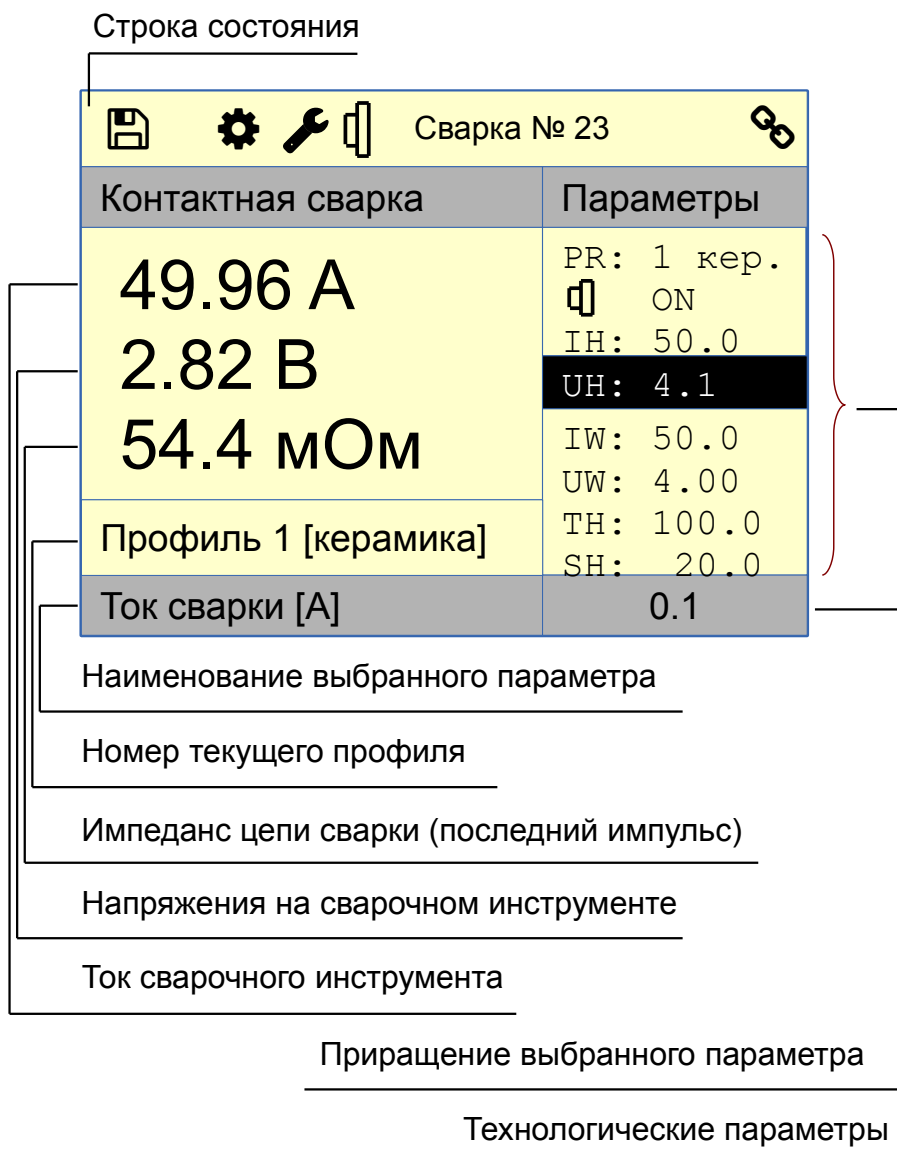
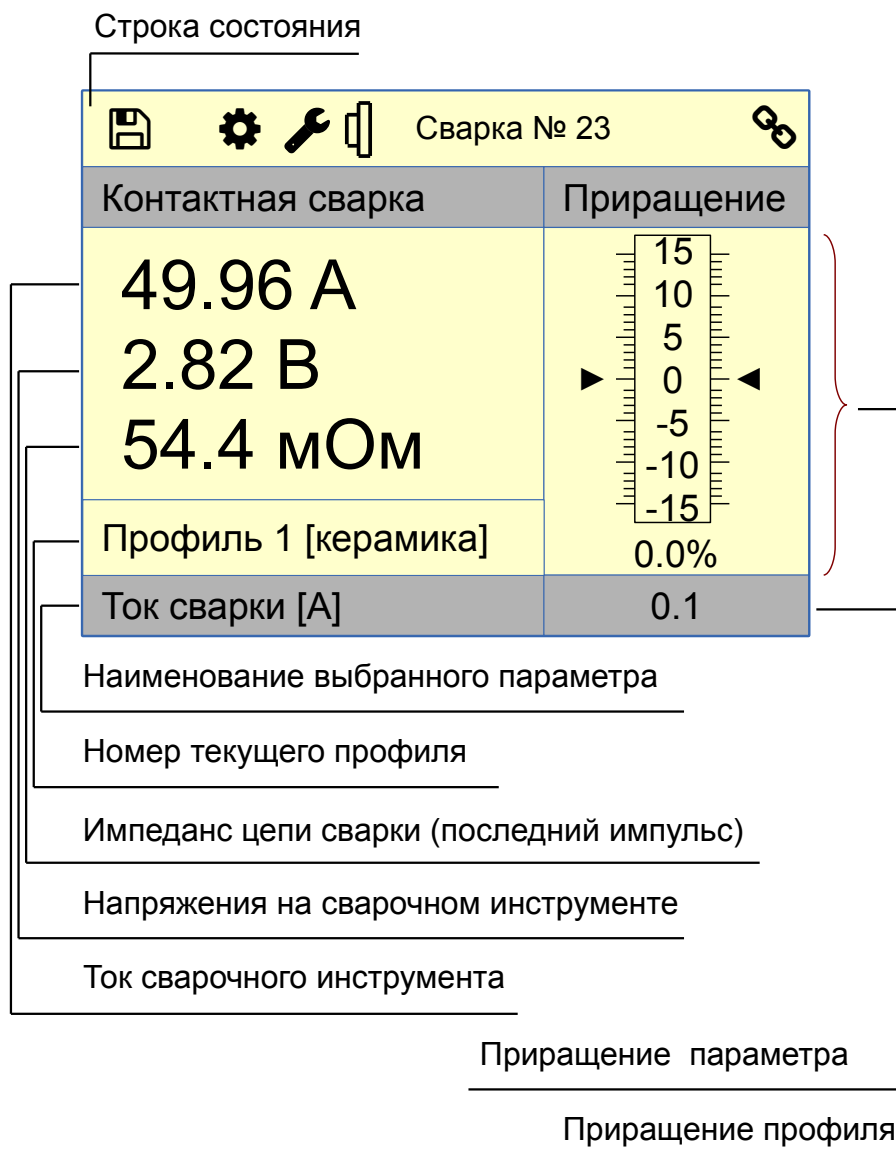

Рис. 4. Внешний вид ЖК дисплея. Основное экранное меню
Рис. 5. Внешний вид ЖК дисплея. Вспомогательное экранное меню
Профиль сварки задается выбором его номера в первой строке меню. см. рис. 4. Кроме номера профиля пользователь для улучшения восприятия может задать метку профиля (ситалл или керамика). Выбор метки профиля на его параметры не влияет и служит только для удобства оператора.
1.3.4 В состоянии “РАБОТА” прибор осуществляет опрос датчика инструмента. При срабатывании датчика (размыкание) прибор генерирует сварочный импульс в соответствии с заданными параметрами. Для начала следующего сварочного импульса необходимо вернуть датчик в исходное состояние (убрать инструмент из зоны сварки). Вид ЖК дисплея с активным основным экранным меню показан на рис. 4. Вид ЖК дисплея с активным вспомогательные экранным меню показан на рис. 5.